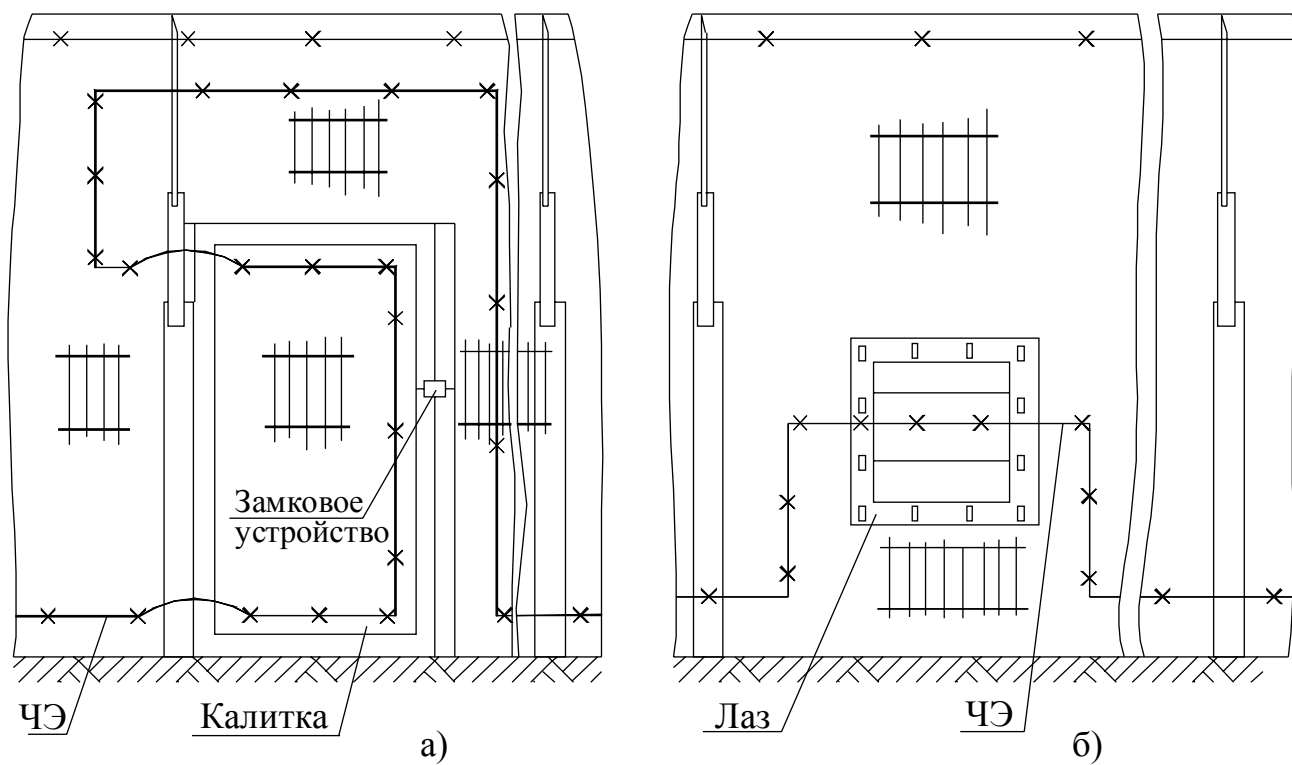

Рисунок 5.7
5.1.22. В состав СЗ могут входить калитка и лаз. Установка кабеля ЧЭ на калитке и лазе показана на рис.5.7.